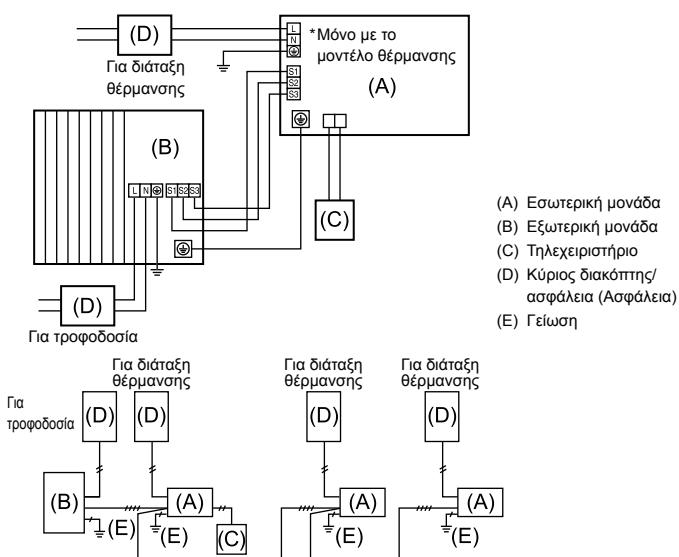
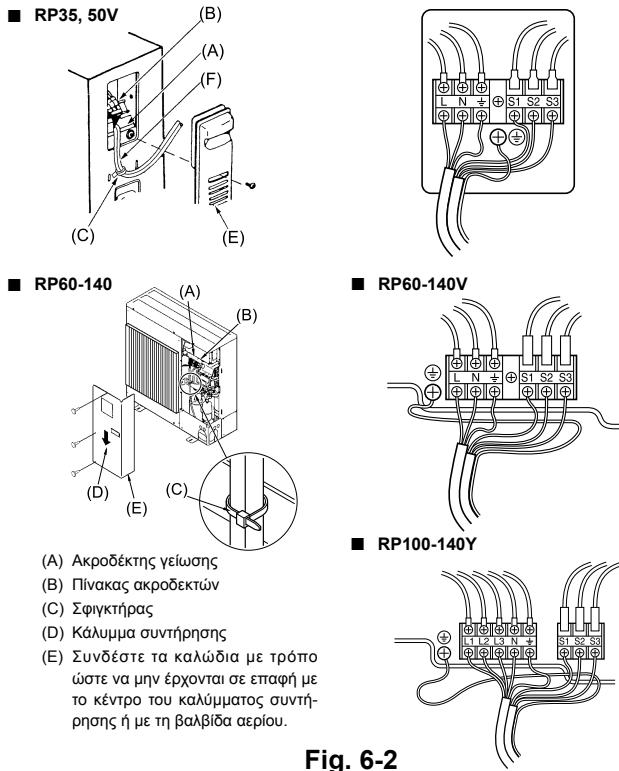

Fig. 6-1
Fig. 6-2
### 6.1. Εξωτερική μονάδα (Fig. 6-1, Fig. 6-2)
(1) Αφαιρέστε το πλαίσιο συντήρησης.
(2) Συνδέστε τα καλώδια που αναφέρονται στην Fig. 6-1 και στην Fig. 6-2.